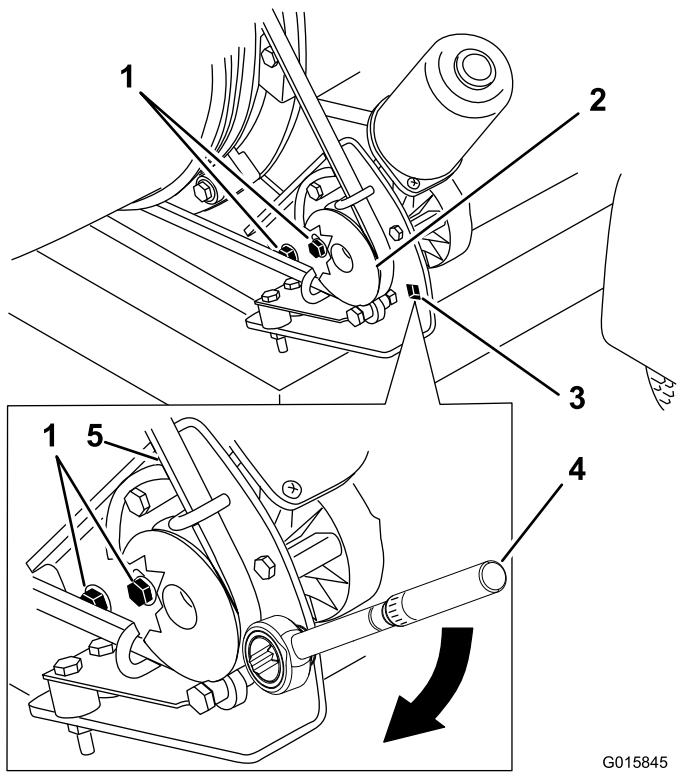

图30
1. 拧开将皮带轮安装支架固定到吹风机机架上的螺栓 图30。
2. 将扭矩扳手放入皮带轮安装支架 图30。
3. 将皮带轮安装支架转离出风管直至扭矩扳手读数为 $22.626.0\text{N}\cdot\text{m}$ 图30。